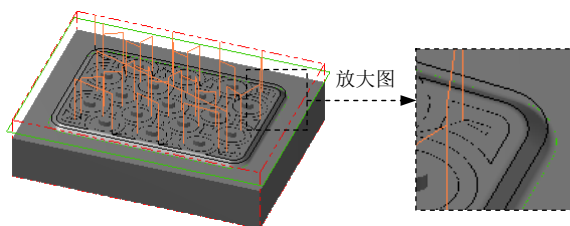

图 25.26 刀具路径
(1) 在“曲面精加工环绕等距”对话框中单击 **环绕等距精加工参数** 选项卡，在 **大切削间距(M)** 文本框中输入值 3，选中 ☒ **切削顺序依照最短距离** 复选框，取消选中 **设定深度(D)** 按钮前的复选框，其他参数均采用系统默认设置值。
(2) 单击 **间隙设置(G)...** 按钮，在系统弹出的“刀具路径的间隙设置”对话框的 **位移小于允许间隙时，不提刀** 下面的下拉列表中选择 **沿着曲面(s)** 选项，选中 ☒ **切削顺序最佳化** 复选框，然后单击 按钮。
Step6. 完成参数设置。单击“曲面精加工环绕等距”对话框中的 按钮，系统在图形区生成图 25.26 所示的刀具路径。